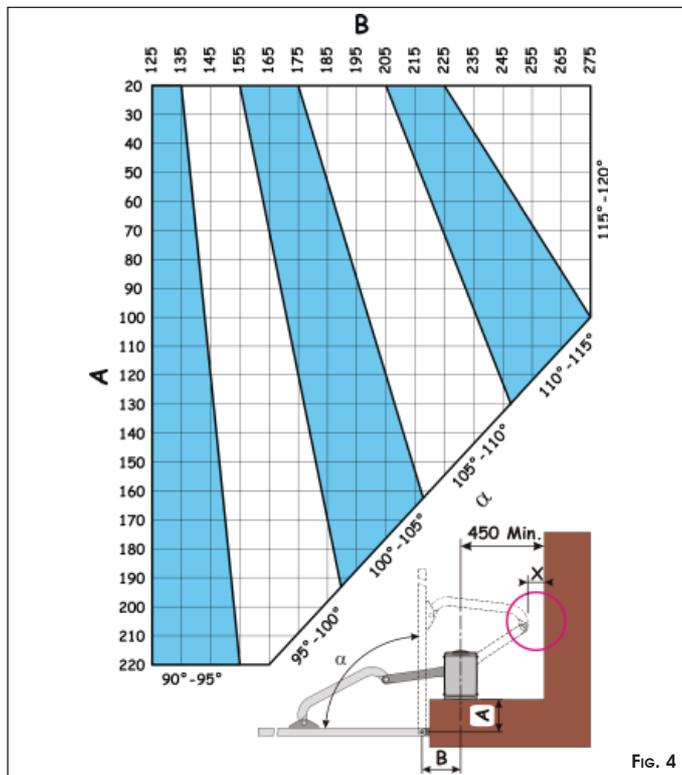

Fig. 4
Per determinare la posizione di fissaggio dell'operatore procedere come segue, aiutandosi con la Fig.4:
- Verificare che sia rispettata la quota minima di 450mm riportata nella Fig.4.
- Una volta installato l'operatore verificare che la quota "X" di Fig.4 sia minimo 500mm. Se la quota "X" è inferiore ai 500mm è necessario eseguire una prova d'impatto nel punto evidenziato in Fig.4, come descritto nella norma UNI EN12445 e verificare che i valori rilevati siano conformi con quanto stabilito dalla norma UNI EN 12453.